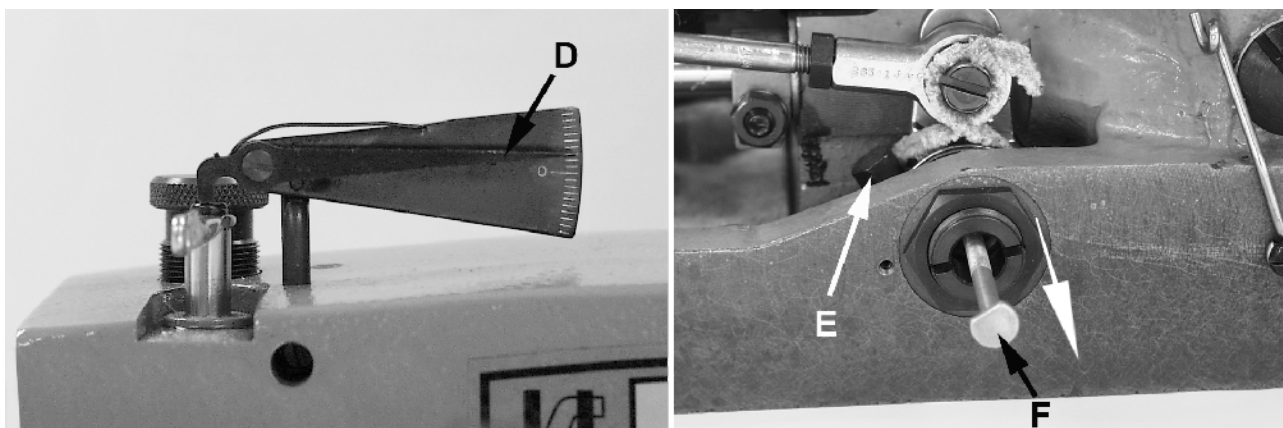

Fig 3A
Si el apuntador (D) en el indicador lee sobre "0" (Fig. 3A). afloje el tornillo (E) en el eje de accionamiento del looper y saque el tornillo (F), (22870A), ligeramente hacia el operador. Reajuste el tornillo (E) en el eje de accionamiento del looper y verifique la sincronización como se indicó arriba. Repita tantas veces como sea necesario hasta obtener la sincronización adecuada.